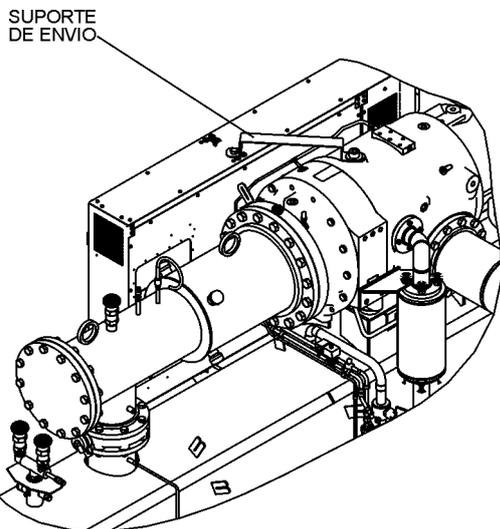

Fig. 39 – Braçadeira de envio da central de controle
9. Remova a braçadeira de envio da central de controle (Veja a Fig. 39).